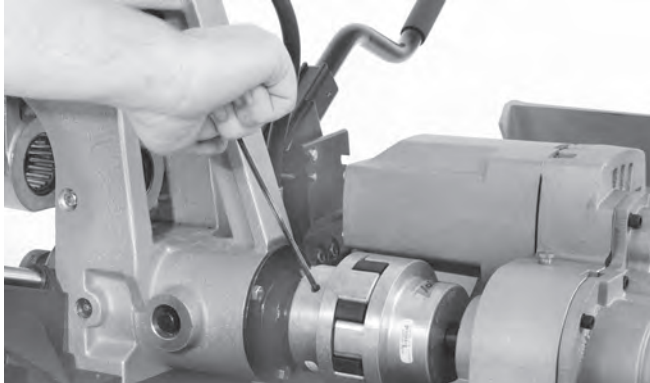

Abbildung 23 – Lösen der zwei Schrauben an der Getriebekupplung
1. Lösen Sie die zwei Schrauben an der Vorderseite der Getriebekupplung mit einem $\frac{3}{16}$ -Zoll-Sechskantschlüssel (Abbildung 23).
3. Lösen Sie die zwei Schrauben an der Vorderseite der Getriebekupplung mit einem $\frac{3}{16}$ -Zoll-Sechskantschlüssel (Abbildung 23).